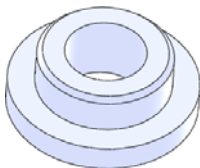

图 5-50 “中性面拔模”文件
- 01 打开素材库中的“第 5 章/5-6 中性面拔模.sldprt”文件，如图 5-50 所示。